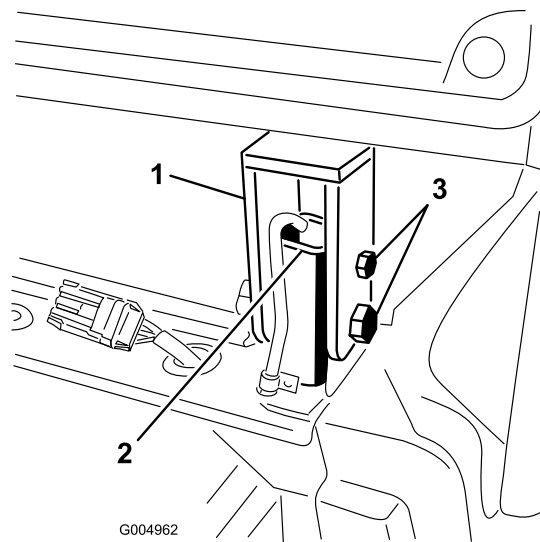

Figure 84
25. Retirez les boulons et écrous qui fixent les supports arrière de la cabine aux montants du système de protection antiretourneement (ROPS) (Figure 84). Ajustez le cric si les boulons coincent et sont difficiles à retirer.